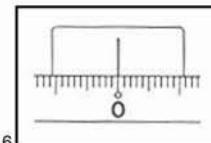

Рис.16
2) Наведитесь на точку А и вращайте лимб „9“ до совмещения индекса с отсчетом 0°. (Рис.16)